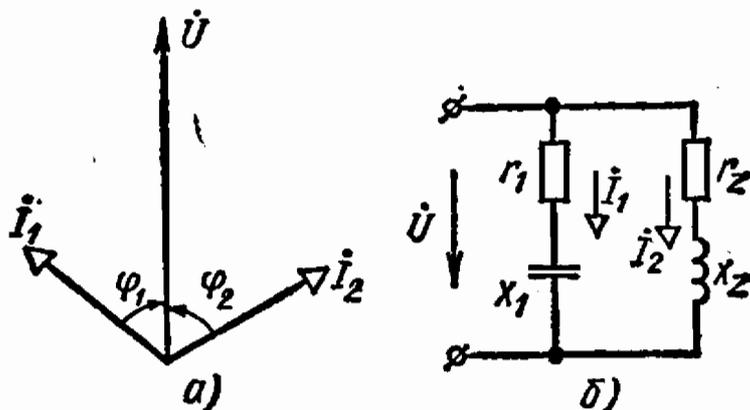

Рис. 4.3
4.3. По векторной диаграмме, приведенной на рис. 4.3, а для приемника, состоящего из двух параллельных ветвей, определить его параметры и построить эквивалентную схему, если $U = 90$ В, $I_1 = I_2 = 5$ А, $\varphi_1 = 45^\circ$, $\varphi_2 = 70^\circ$ и $f = 50$ Гц.
Ответ. $r_2 = 6,15$ Ом, $L_2 = 54$ мГ, $r_1 = 12,75$ Ом, $C_1 = 250$ мкФ. Эквивалентная схема приемника изображена на рис. 4.3, б.